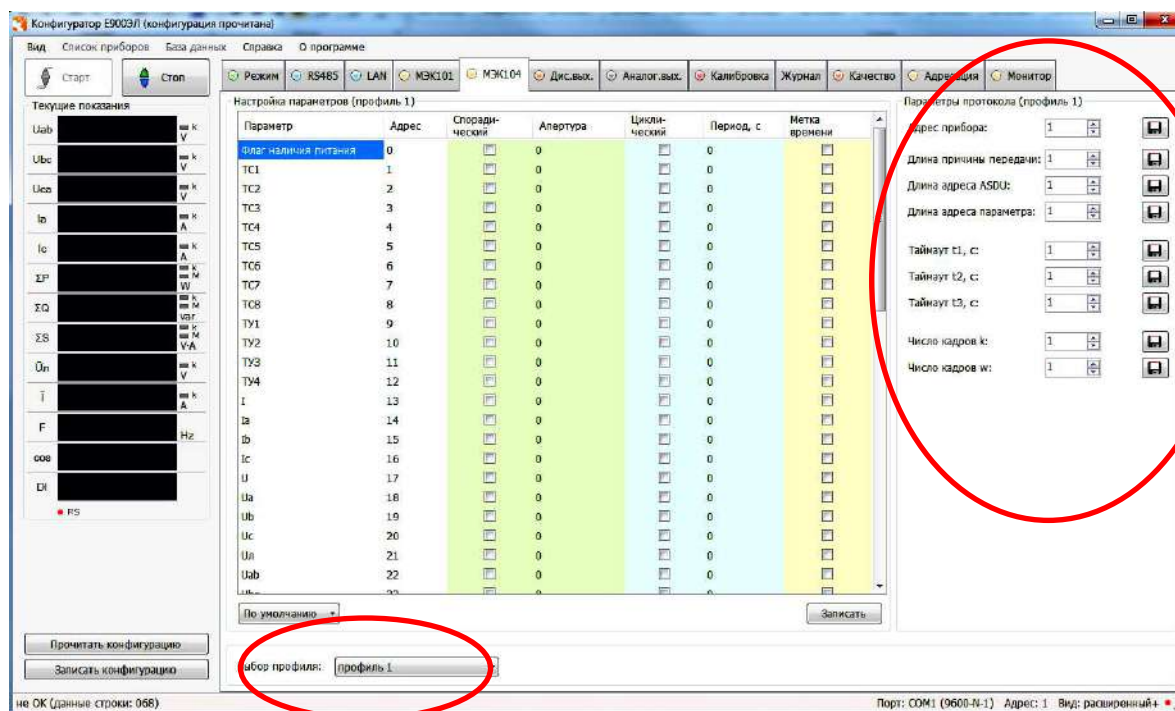

Рисунок 6 – Вкладка «МЭК104»
3.9.3.4 Настройка алгоритмов ГОСТ Р МЭК 60870-5-104-2004 осуществляется во вкладке «МЭК104» (рисунок 6).